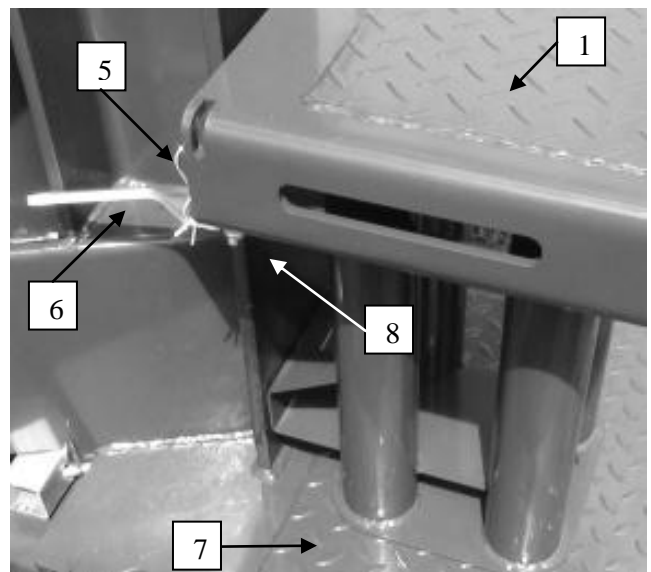

Bild 14
- den Spalttisch (1) auf die Arbeitsplatte (7) setzen (Bild 14),
- den Spalttisch (1) auf die Führungssäule (8) stecken und auf der linken Seite der Säule mit der Sperre (6) sichern (Bild 14),
- den R-Stift (5) der Tischsperre (6) einsetzen (Bild 14).